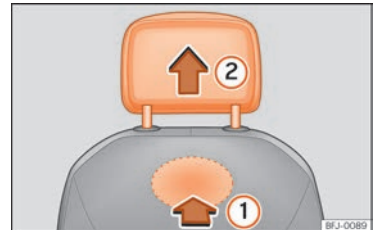

Abb. 77 Kopfstütze vorne ausbauen.
- Lokalisieren Sie zum Entriegeln der Kopfstütze die Aussparung im markierten Bereich auf der Rückseite der Sitzlehne und drücken Sie in Pfeilrichtung »» (Abb. 77) ①.
- Ziehen Sie die Kopfstütze in Pfeilrichtung ② heraus.